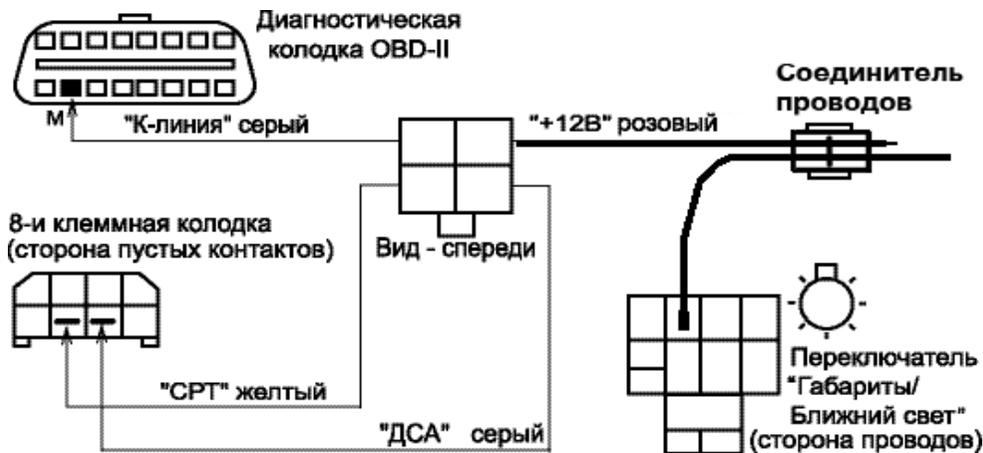

Рис. 1. Схема подключения БК комбинации приборов GF614 на автомобиле Lada 21214 Niva.
- пропустить провод +12В от комбинации приборов к колодке переключателя и подключить его согласно рис.1, 3;